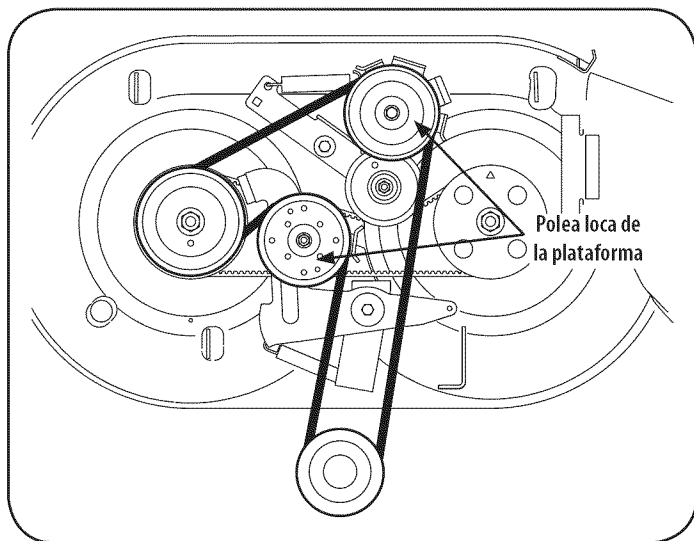

Figura 33
4. Afloje, pero no saque, la tuerca y el perno que fijan cada polea loca de la plataforma. Vea la Figura 33.
6. Coloque la correa nueva como se muestra en la Figura 33.